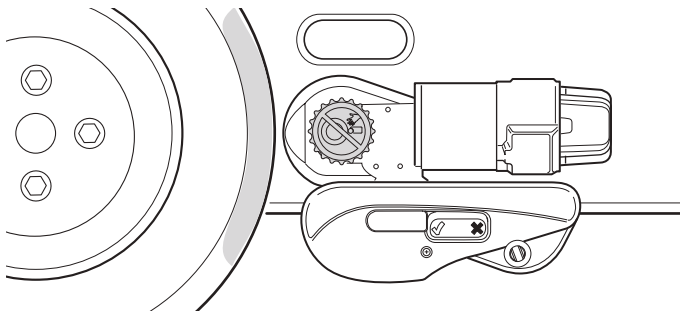

Fig. 33
- La distanza tra i rulli di trasmissione e gli pneumatici su entrambi i lati è di 20 mm (Fig. 33). Per istruzioni